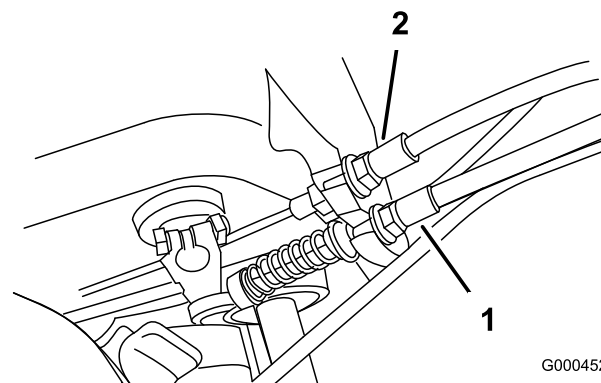

Bild 29
2. Wenn Sie die Zugspannung erhöhen möchten, lösen Sie die Klemmmutter des vorderen Zugs und ziehen Sie die Klemmmutter des hinteren Zugs an (Bild 29), bis eine Kraft von 2,7 bis 4 kg benötigt wird, um die Bremse zu aktivieren. Die Kraft sollte am Einstellhandrad gemessen werden. Stellen Sie die Bremse nicht zu fest ein, da das Bremsband sonst schleifen könnte.